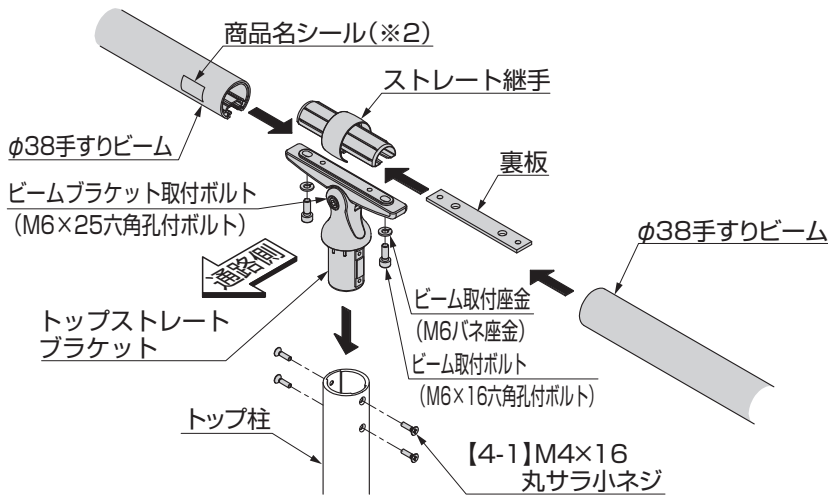

図1-1
- トップストレートブラケットは「ビームブラケット取付ボルト」が見える側を通路側に向けて施工してください。(図1-1参照)
- ② トップストレートブラケットから裏板を一旦外して、ストレート継手に挿入した後で、再び仮止めしてください。
- φ38手すりビームの商品名シール(※2)を通路側に向けて取付けてください。(図1-1参照)